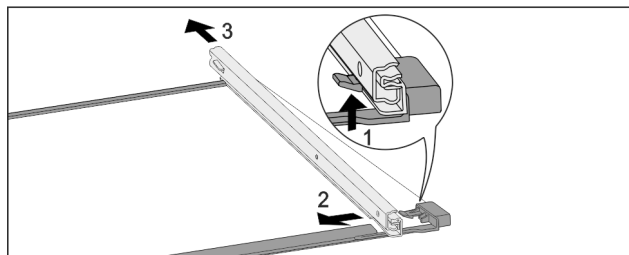

Fig. 157 Стеклянная пластина с направляющими
- ▶ Отожмите передний стопорный крючок вверх. Fig. 157 (1)
- ▶ Сдвиньте выдвижную направляющую в сторону Fig. 157 (2) и назад Fig. 157 (3).